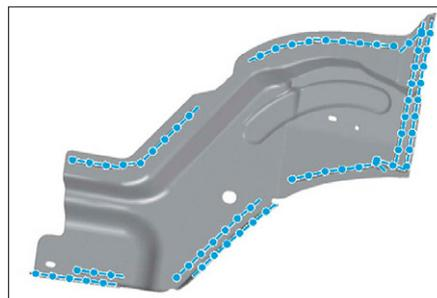

FIG. 30
- Préparer les zones d'accostage, et les protéger par un apprêt soudable (Fig.30).